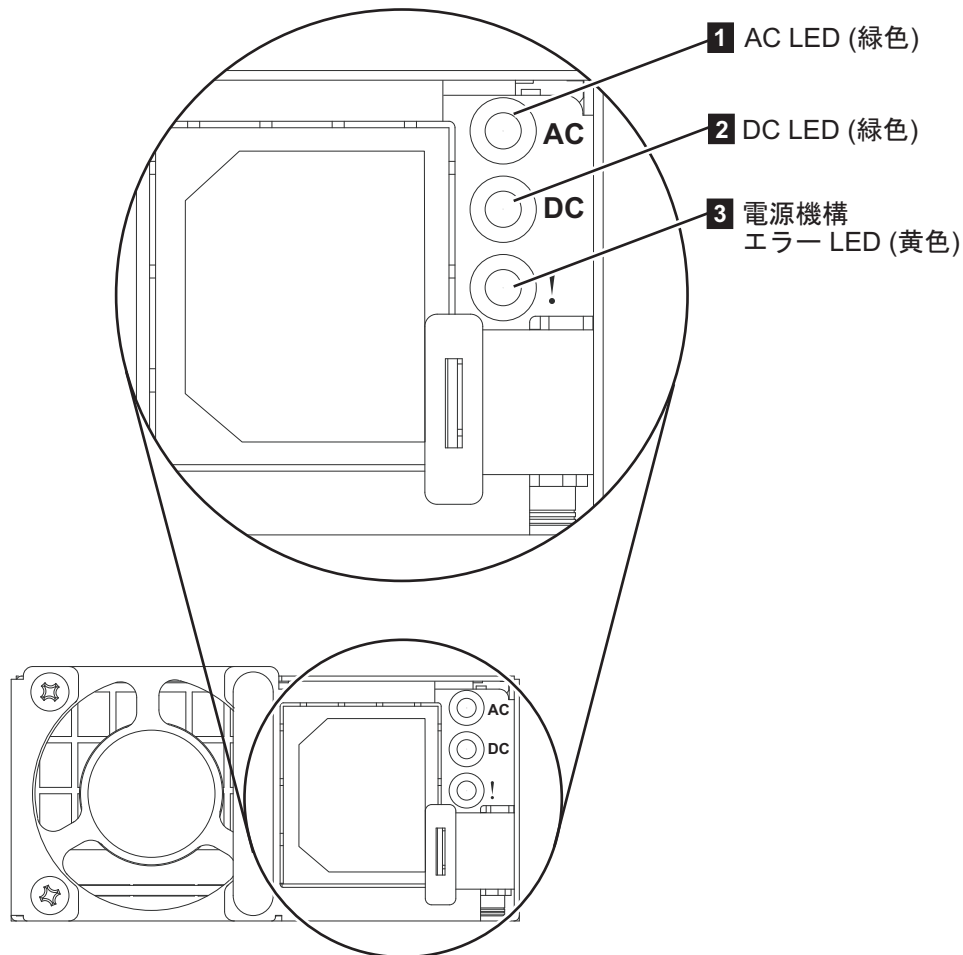

図 142. SAN ボリューム・コントローラー 2145-DH8 AC LED、DC LED、および電源エラー LED
4. 各電源機構の電源コード・コネクタの左側で、AC 電源 LED (175 ページの図 142 の **1**) および DC 電源 LED (**2**) が点灯していることを確認します。